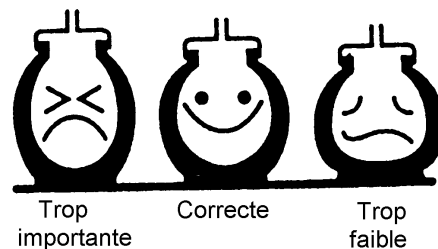

Figure 12
-Si votre lame a l'aspect de la lame schématisée sur la figure 12, repère B, changez-la.